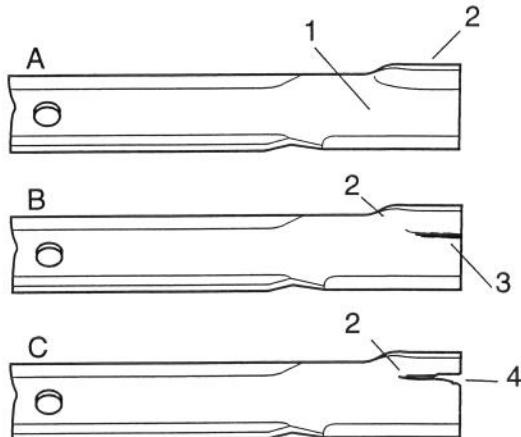

Bild 6
1. Die Schnittkanten der Messerbalken vorsichtig kontrollieren, besonders wo die flachen auf die profilierten Bereiche des Messerbalkens treffen (Bild 6-A). Da Sand und andere Reibmittel das Metall abnutzen können, mit dem die flachen und die profilierten Bereiche des Messerbalkens verbunden sind, den Messerbalken vor Inbetriebnahme des Mähers prüfen. Wird Abnutzung festgestellt (Bild 6-B), den Messerbalken austauschen.
Wenn die Abnutzung eines Messerbalkens zugelassen wird, bildet sich zwischen Flügel und Flachstelle des Messerbalkens ein Schlitz (Bild 6-C). Früher oder später kann ein Stück des Messerbalkens abgetrennt und unter dem Gehäuse ausgeworfen werden, was möglicherweise zur schweren Verletzung von Benutzer oder Unbeteiligten führt.